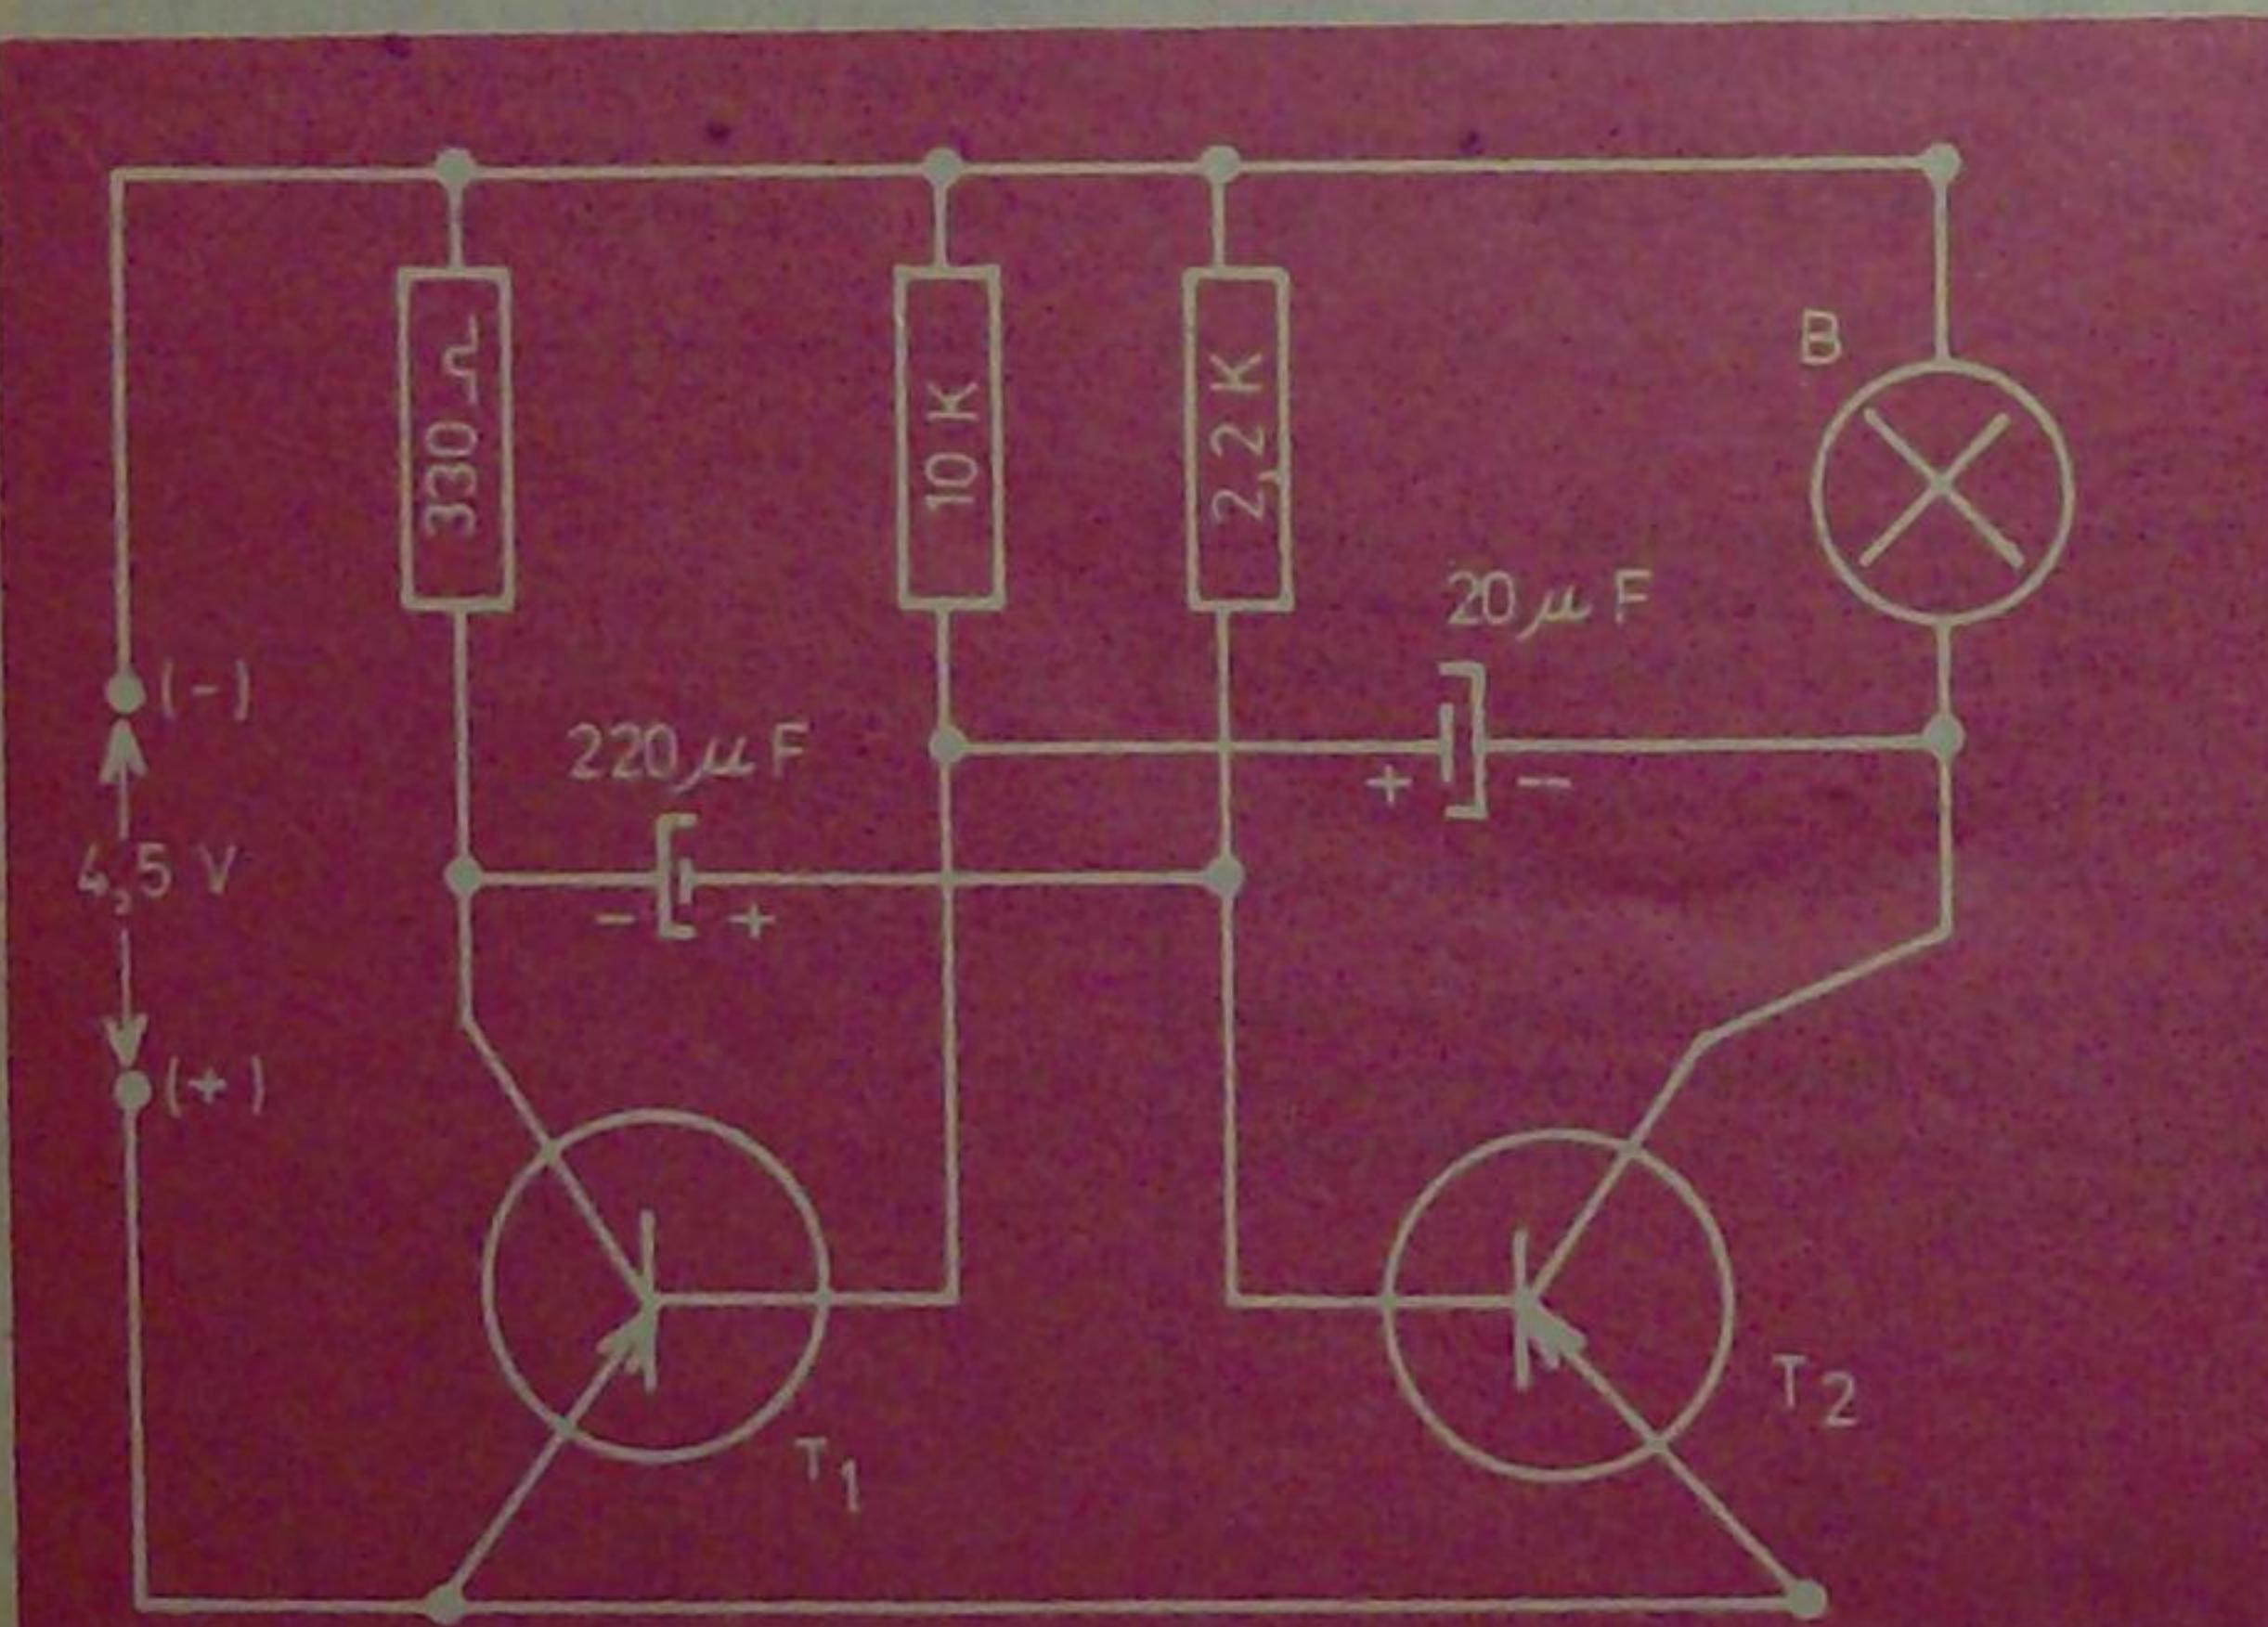

Fig. 6
6. Sesizor de inundație — multimeter (fig. 6)